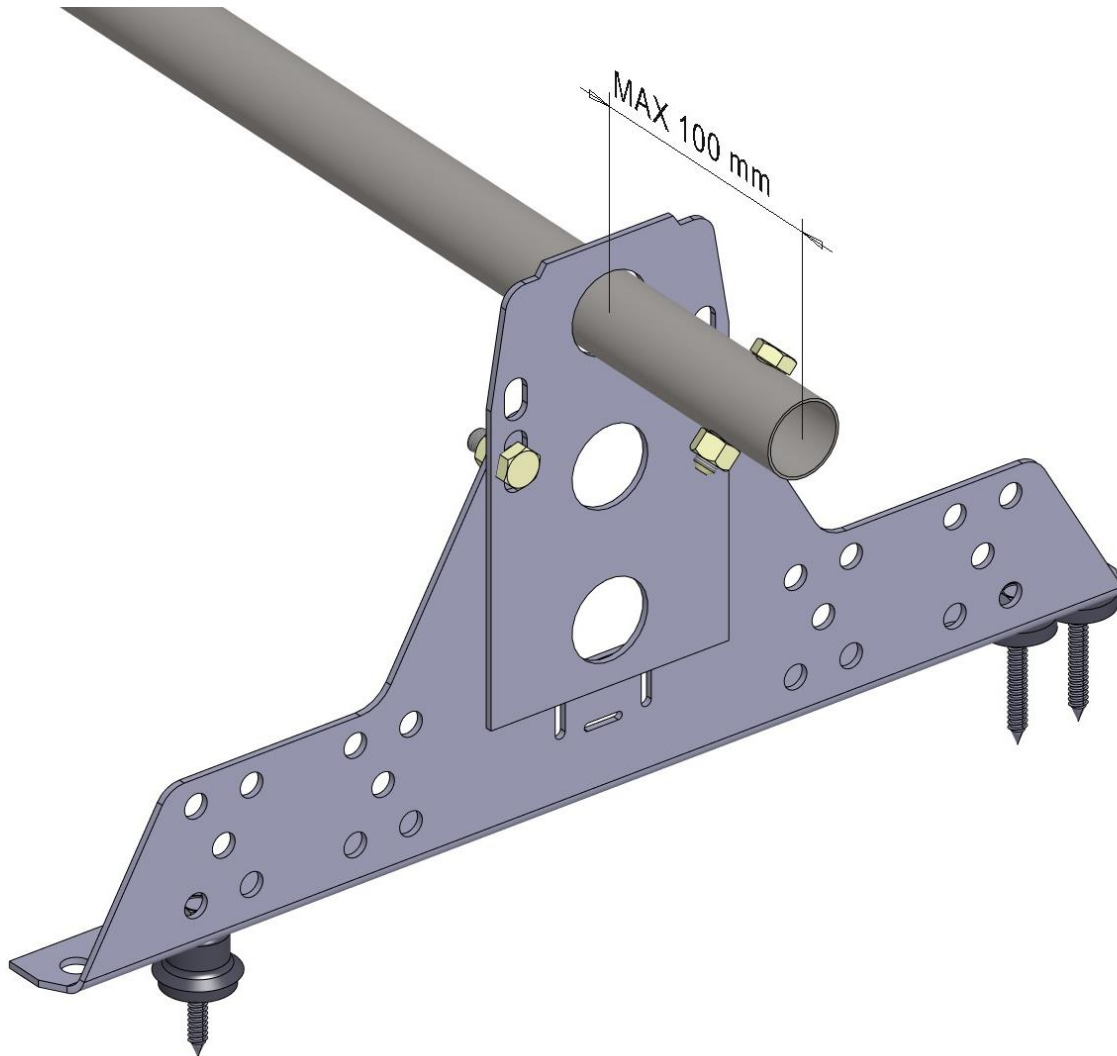

Bild 3
7. Skarvning av rörsnöräcket sker genom att stoppa in den smala ändan i ett annat rör, varefter fogen låses med sexkantskruvar M8 x 40 mm och en M8-mutter. Rörelsen i sidriktning låses genom att fästa sexkantskruvar M8 x 40 mm och M8-muttrar i ändorna (bild 3).